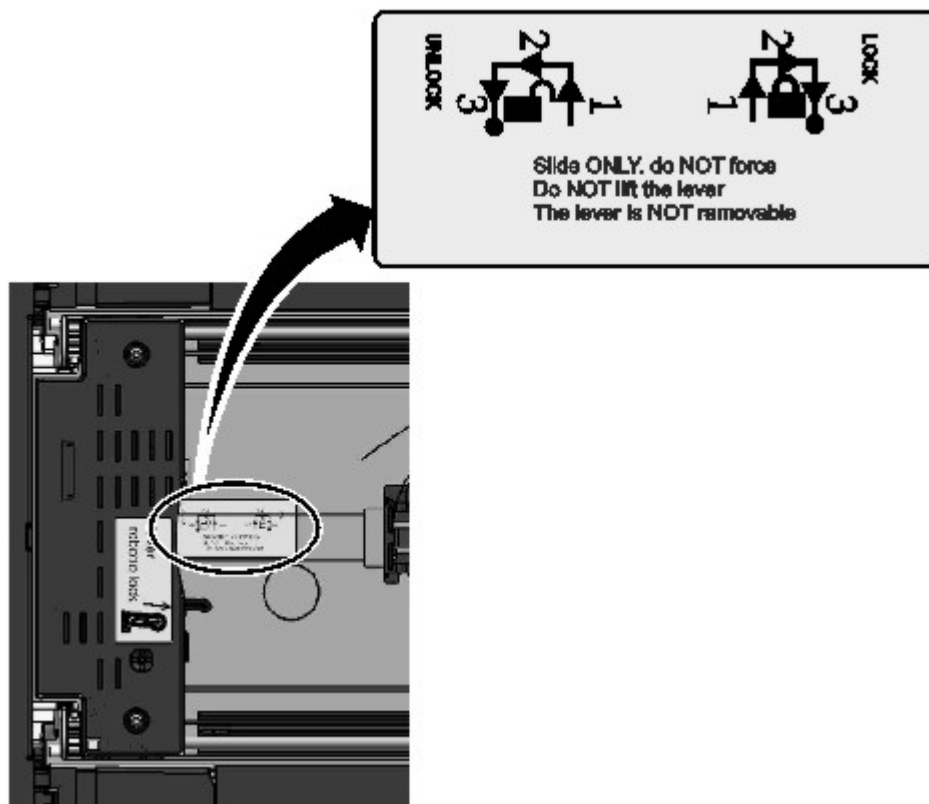

Figura 72. Desbloqueo del robot
10. Desbloquee la palanca y aparte a un lado el descriptor de acceso. Consulte Figura 72 en la página 170.